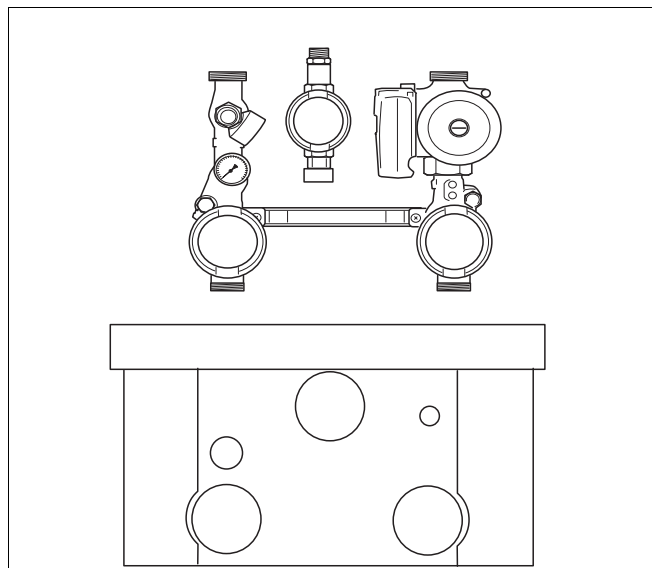

Fig. 11 Grup de racord (accesorii)
- cu ajutorul unui grup de racord (fig. 11) (accesorii);